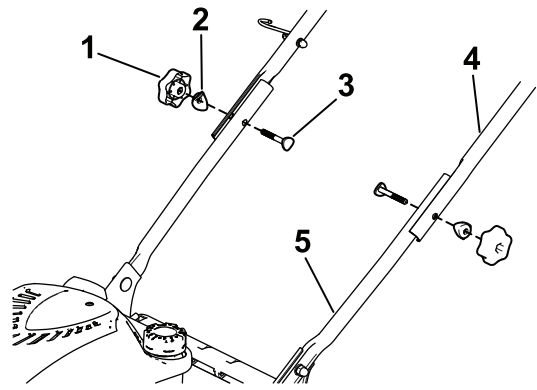

Figura 4
2. Ataai mânerul superior la mânerul inferior cu ajutorul a 2 butoane de mâner, 2 aibe curbate și 2 uruburi. Strângeți ferm, manual, butoanele de mâner (Figura 4).